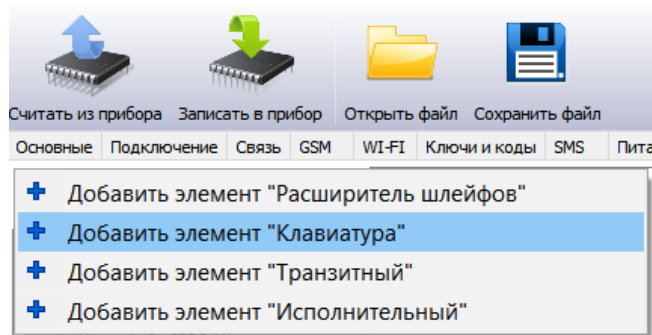

Рисунок 3
9. Для добавления клавиатуры в появившемся окне настроек параметров КОП нажать «+» и выбрать из списка «Добавить элемент "Клавиатура"» (см. Рисунок 3).